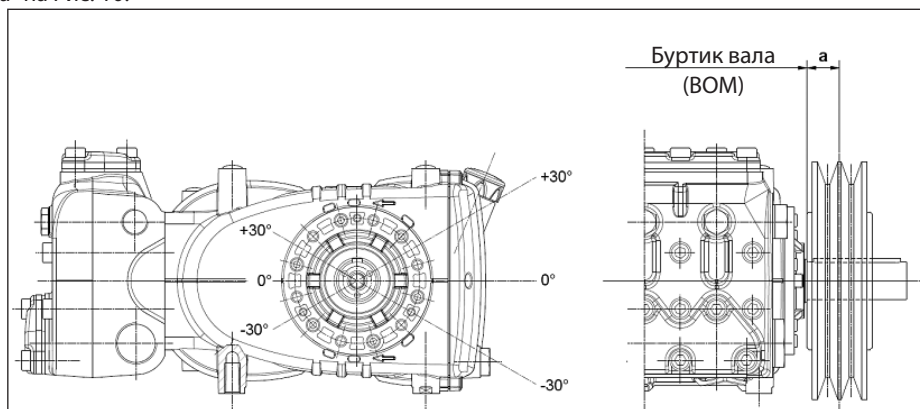

Рис. 10
Передача считается соответствующей, если данная нагрузка прилагается на максимальном расстоянии $a=30$ мм от буртика вала (BOM), как указано на Рис. 10.
- б) Пользуйтесь ремнями с высоким КПД, например, **ХРВ** вместо **СПВ**, поскольку в этом случае потребуется меньшее количество ремней при одинаковой передаваемой мощности, что в свою очередь сократит расстояние между результирующей силой и буртиком вала (ВОМ) "а" на Рис. 10.